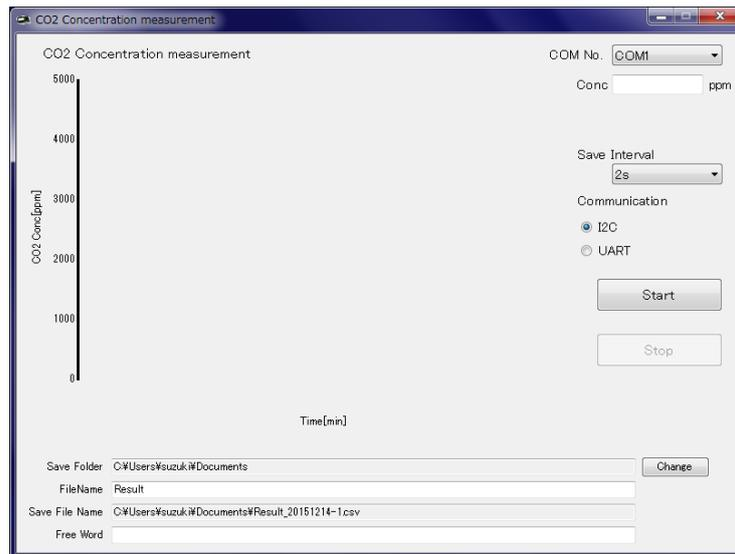

図8 アプリ起動画面
- ③ EM7160上のSW1(電源スイッチ)をONにします。
- ④ コンピュータにインストールされた専用アプリ (ConcMeasure.exe) のアイコンをダブルクリックすると図8の起動画面が表示されます。